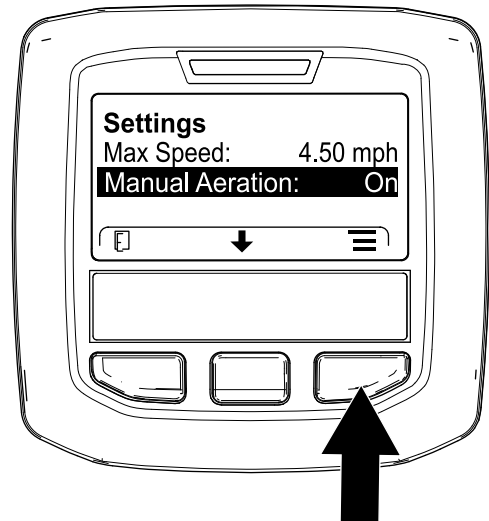

Bild 124
5. Drücken Sie die mittlere InfoCenter-Taste, bis die Option MANUELLES AERIFIZIEREN ausgewählt ist, und drücken Sie die rechte Taste (Bild 124), um das manuelle Aerifizieren auf EIN einzustellen.